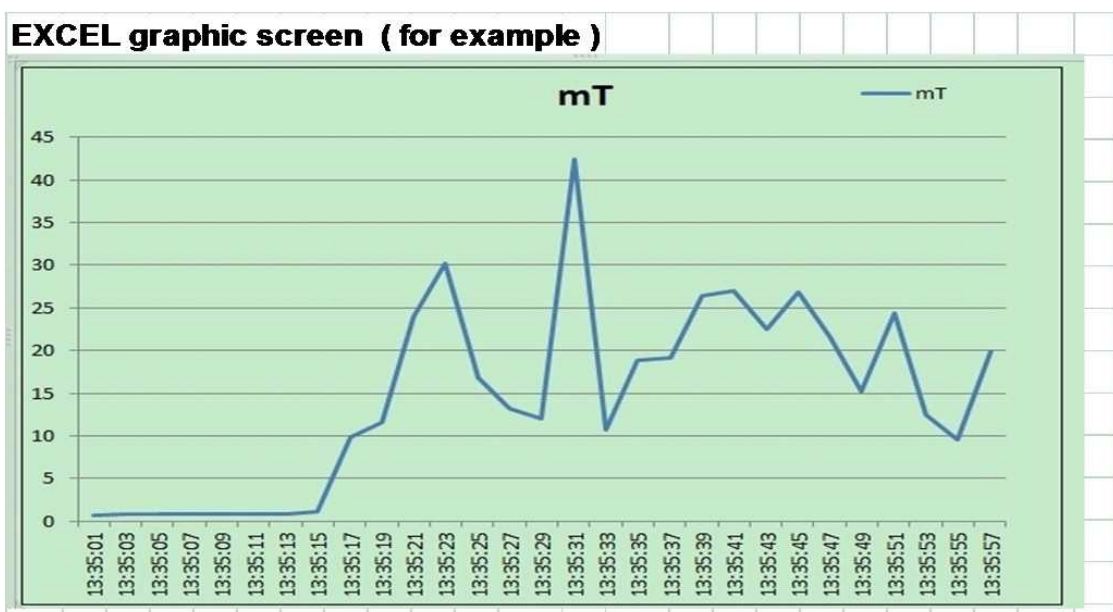

図8. 1, 8. 2 データ例
- ① データロガー機能を実行後、SDカードを本器から抜き取ります。
- ② SDカードをPCのカードスロットに挿入するか、SDカードアダプターにSDカードを挿入してこのアダプターをPCに接続します。
- ③ PCの電源を投入後、EXCELソフトを立ち上げます。セーブしたデータファイル(MGA01001.XLS、MGA01002.XLS・・・)をPCにダウンロードするとデータはEXCELの画面に現れます。各種データ処理やグラフィック化するなど有効活用ができます。(図8. 1, 8. 2 データ例)